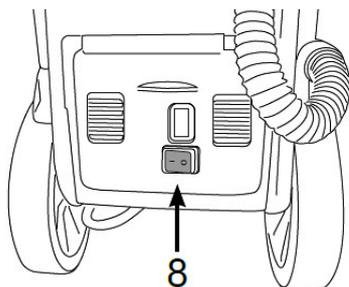

Abb. 8: Hauptschalter kabelgebundene Maschinen
- Die Grüne LED zeigt an, dass die Maschine an der Stromversorgung angeschlossen ist und am Hauptschalter (Pos.8, Abb.8) eingeschaltet wurde.